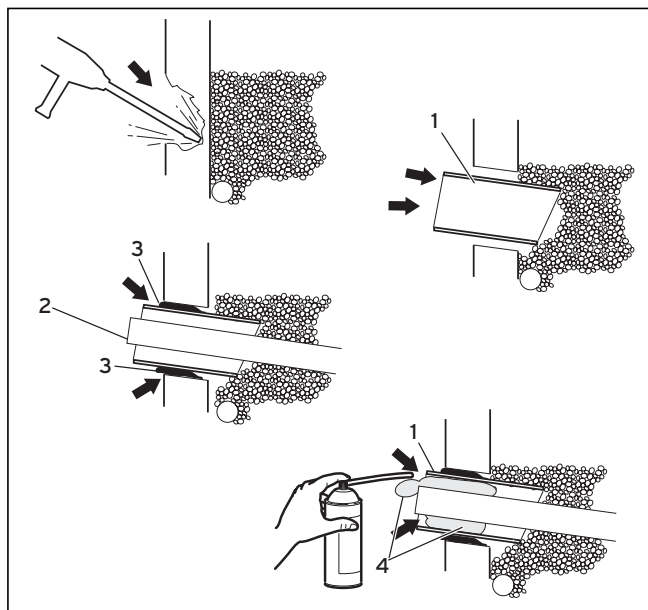

Abb. 3.1 Vorbereitende Arbeiten im Aufstellungsraum
- Verlegen Sie die Futterrohre (1) mit einem Gefälle von mindestens 1 cm auf 30 cm nach außen und schneiden Sie sie schräg ab (siehe Abbildung 3.1), um ein Eindringen von Regenwasser zu vermeiden.
- Führen Sie die Kälte trägerleitungen (2) von außen in den Aufstellungsraum.
- Verfüllen Sie die Kernbohrungen mit Mörtel (3).
- Verlegen Sie die Kälte trägerrohre (2) zentrisch in den Futterrohren (1), um eine allseitige Wärmedämmung zu ermöglichen.
- Dichten Sie die Futterrohre (1) wie gezeigt mit Bauschaum (4) ab.